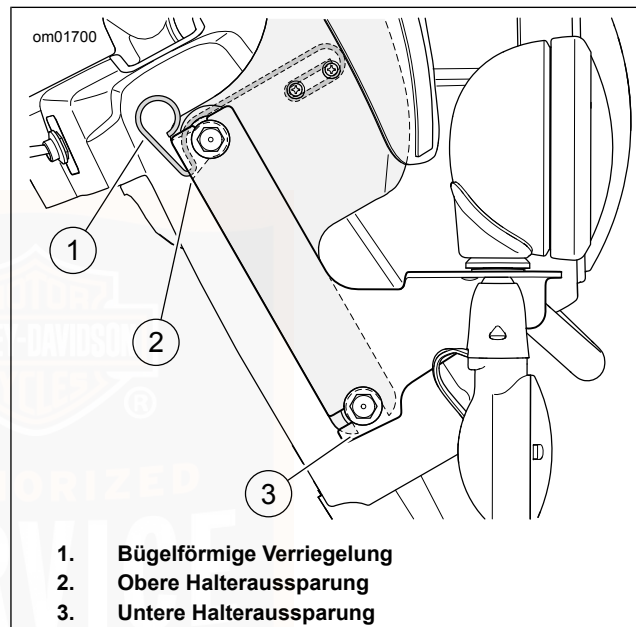

Abbildung 52. Windschutzscheibe: FLHR, FLHRC
1. Siehe Abbildung 52. Die bügelförmigen Verriegelungsfedern auf beiden Seiten der Windschutzscheibenhalterung anheben.
1. Siehe Abbildung 52. Den unteren Teil der Windschutzscheibenhalterung fest in die unteren Aufnahmeöffnungen einsetzen.